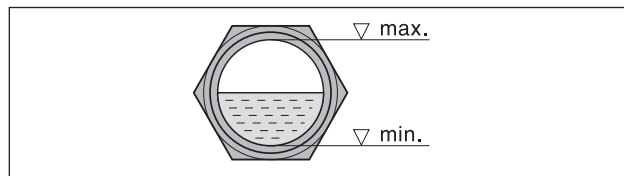

Fig. 5 Livello olio
- b) Dopo aver eventualmente corretto il senso di rotazione, riavviare il motore e spegnerlo di nuovo dopo circa 2 minuti per ricaricare l'olio mancante fino al bordo superiore dell'indicatore (Fig. 5/I). Questo riempimento nel punto di riempimento (Fig. 2/H) deve essere ripetuto fino al completo riempimento di tutte le linee dell'olio.